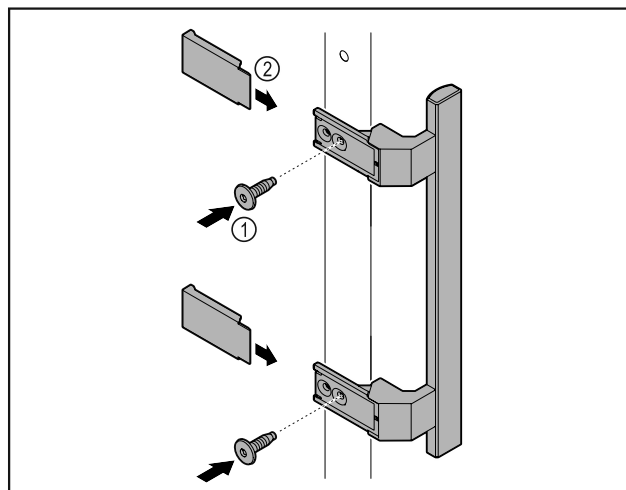

Fig. 7
▶ 用随附的螺钉 Fig. 7 (1) 将附件包中的把手安装到门上。
▶ 安放盖板 Fig. 7 (2)。